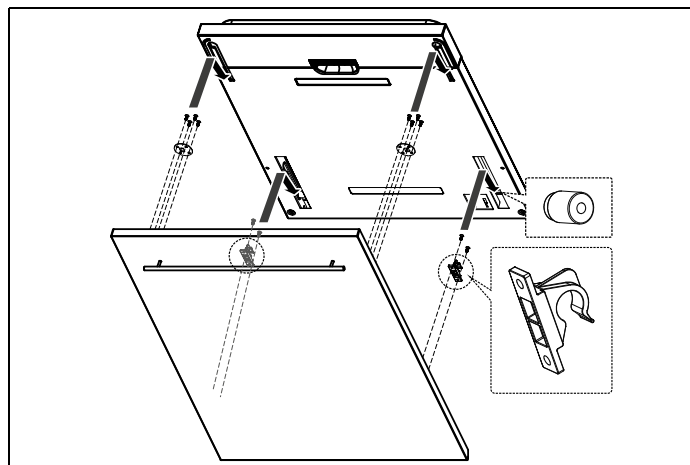
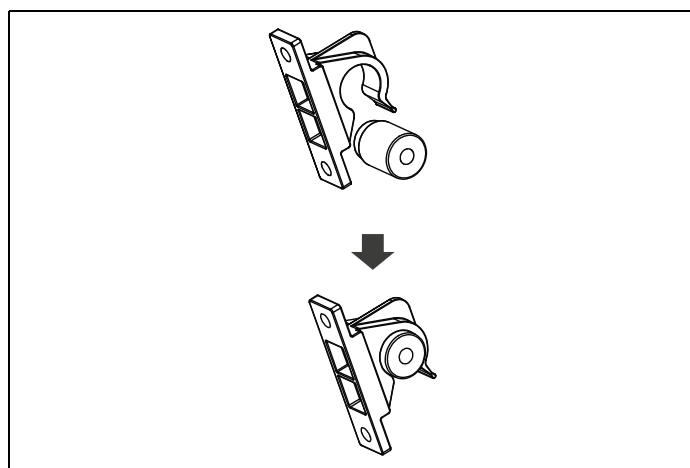

Fig. 11
Fig. 12
- Installez le crochet sur le panneau esthétique (Fig. 11) et placez le crochet dans la fente de la porte extérieure du lave-vaisselle (Fig. 12). Après avoir positionné le panneau, appuyez sur le dessus du panneau esthétique pour vous assurer que les crochets en plastique sont fixés.